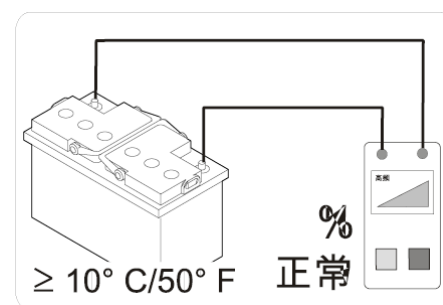

图 36
- 7.5 检查、评估并记录蓄电池的功能状态（→ 图 36、→ 图 37、→ 参见图）：